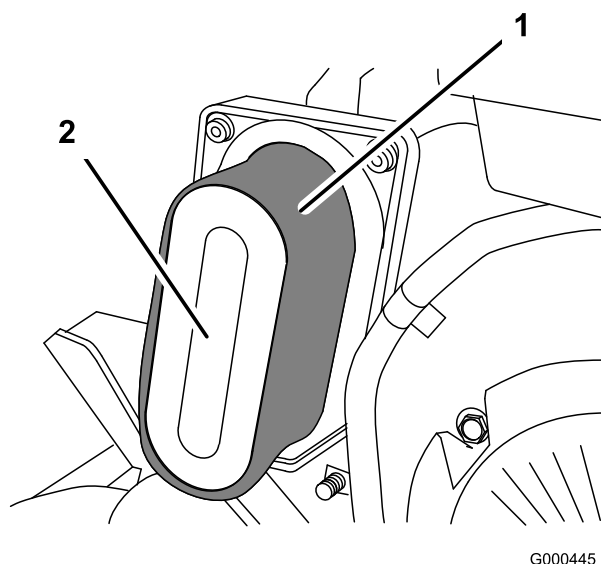

Figura 22
3. Si el elemento de gomaespuma está sucio, sepárelo del filtro de papel (Figura 22). Límpielo a fondo.